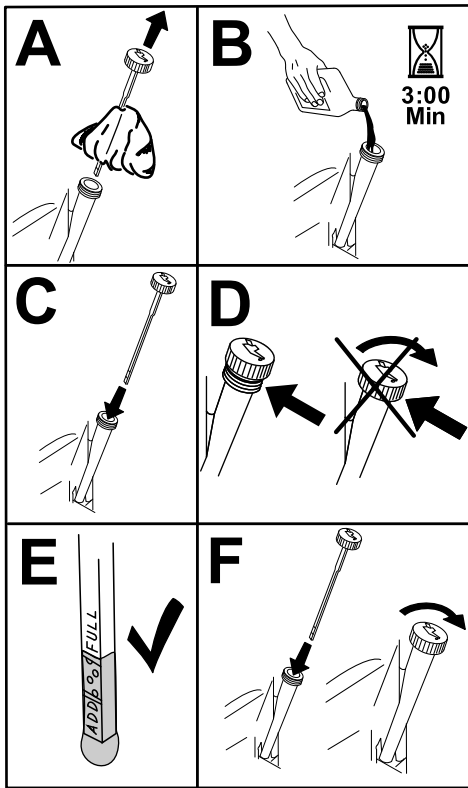

Figura 59
6. Vierta lentamente un 80% aproximadamente del aceite especificado por el tubo de llenado, luego añada lentamente el resto del aceite hasta que llegue a la marca de Lleno (Figura 59).